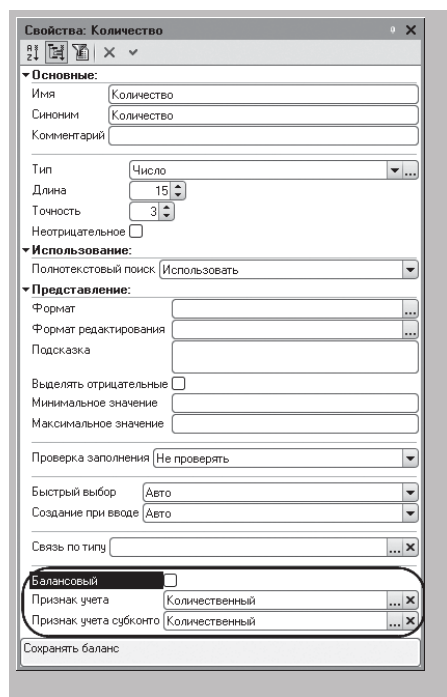

Рисунок 23.13 - Свойства ресурса «Количество» регистра бухгалтерии
- **Количество**, длина 15, точность 3, Небалансовый, признак учета – Количественный, признак учета субконто – Количественный (рисунок 23.13).